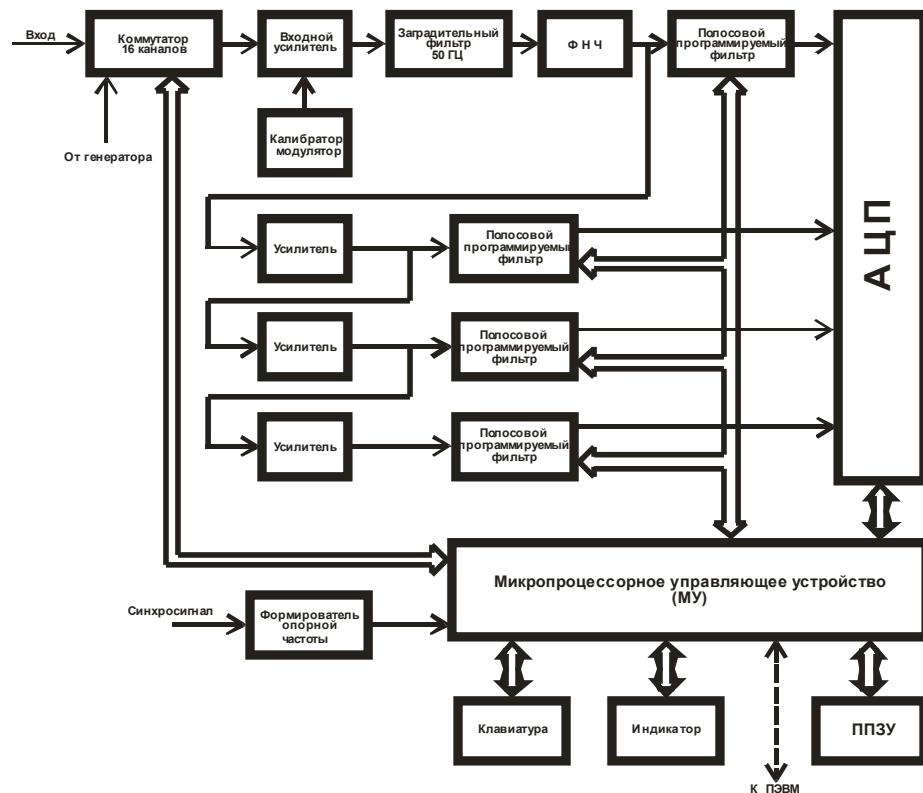

Рисунок 6 – Структурная схема измерителя «ЭРП-1М»
Структурная схема измерителя «ЭРП-1М» приведена на рисунке (Рисунок 6)
4.4.2 Коммутатор может быть изготовлен в виде отдельного блока, входящего в состав комплекса, или встроен в измеритель напряжения в виде его конструктивного элемента. Структурная схема измерителя напряжения с встроенным коммутатором приведена на рисунке (Рисунок 6).